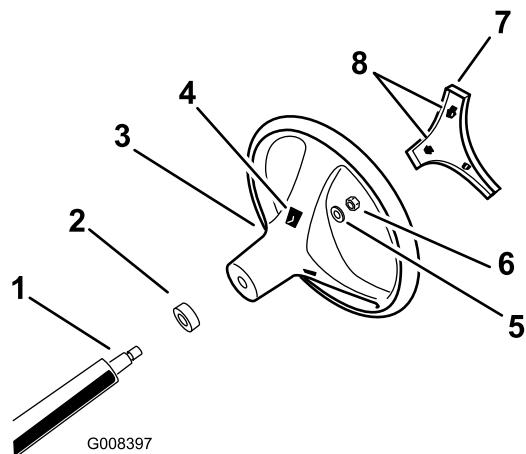

Figura 3
- Fixe o volante ao eixo, utilizando a porca de bloqueio (Figura 3). Aperte a porca de bloqueio com uma força de 24 a 91 N m.
- Alinhe as patilhas da tampa com as ranhuras no volante e coloque a tampa no volante (Figura 3).